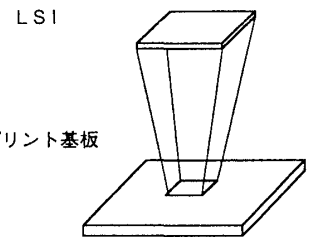
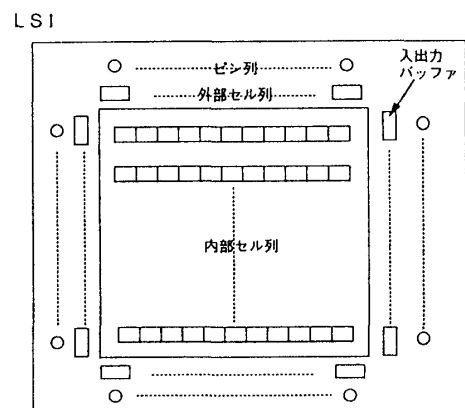

図1 プリント基板の構成
図2 LSIレイアウト・モデル
図1にピン割付の対象となるプリント基板の構成を示す。プリント基板はLSIが複数個搭載される2階層の構造になっている。図2にLSIレイアウト・モデルを示す。LSIレイアウト・モデルは、内部セル列と外部セル列に大別される。内部セル列には論理を構成するセルが配置される。外部セル列は入出力バッファ群より構成され、入出力バッファにはピンに接続する外部セルが配置される。ピン割付では、外部セルの配置とその配置位置に接続可能なピンを選択する。
(2)同時切替制約 同一のタイミングで立ち上がる出力信号(図3(2)のA信号とB信号)を同時切替信号と呼ぶ。給電能力の関係から、図2の入出力バッファに同時切替信号の割付数の制限がある。